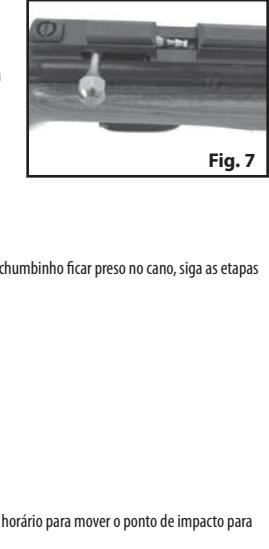

Fig. 7
5. Abra o ferrolho puxando o alça totalmente para trás (Fig. 7).